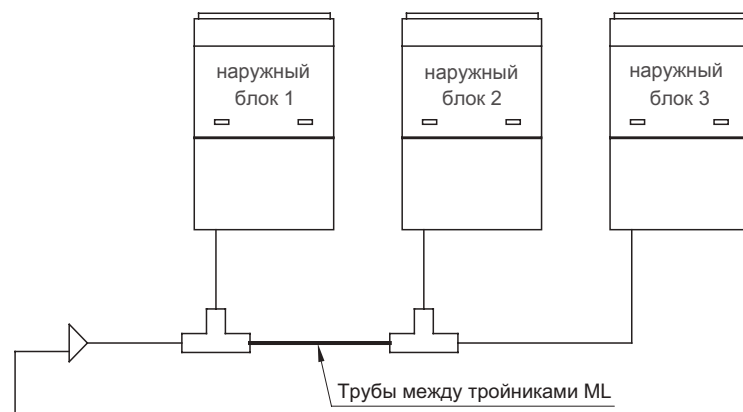

Рис. 7.3.
7.3.2.4. Диаметр труб между тройниками ML01/A (рис. 7.3.) выбирается в соответствии с таблицей 7.4.